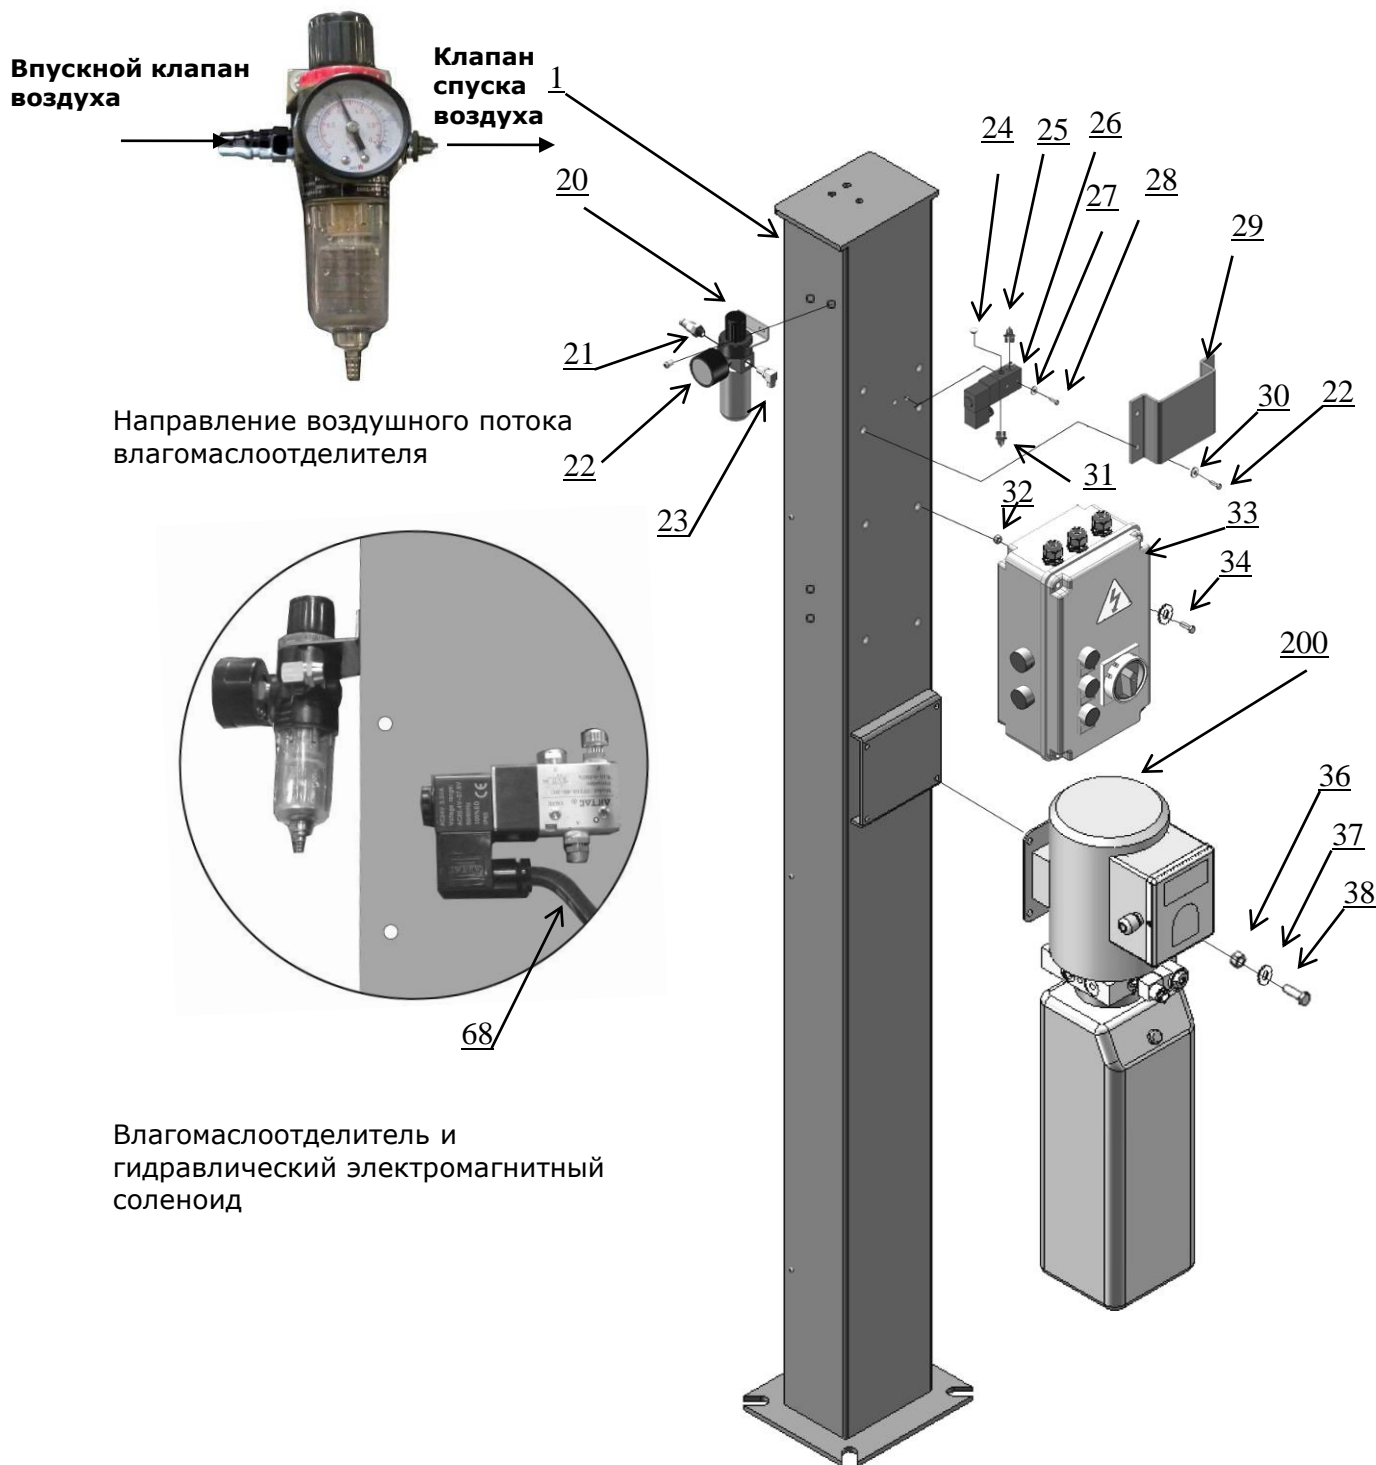

Рис. 28
1. Для электрического управления пневматическим 4х-стоечным подъёмником (См. Рис. 28).